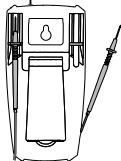

Рис. 7.1
1. Использовать для крепления одного из измерительных щупов при измерениях, когда подставка для мультиметра не используется (рис. 7.1).